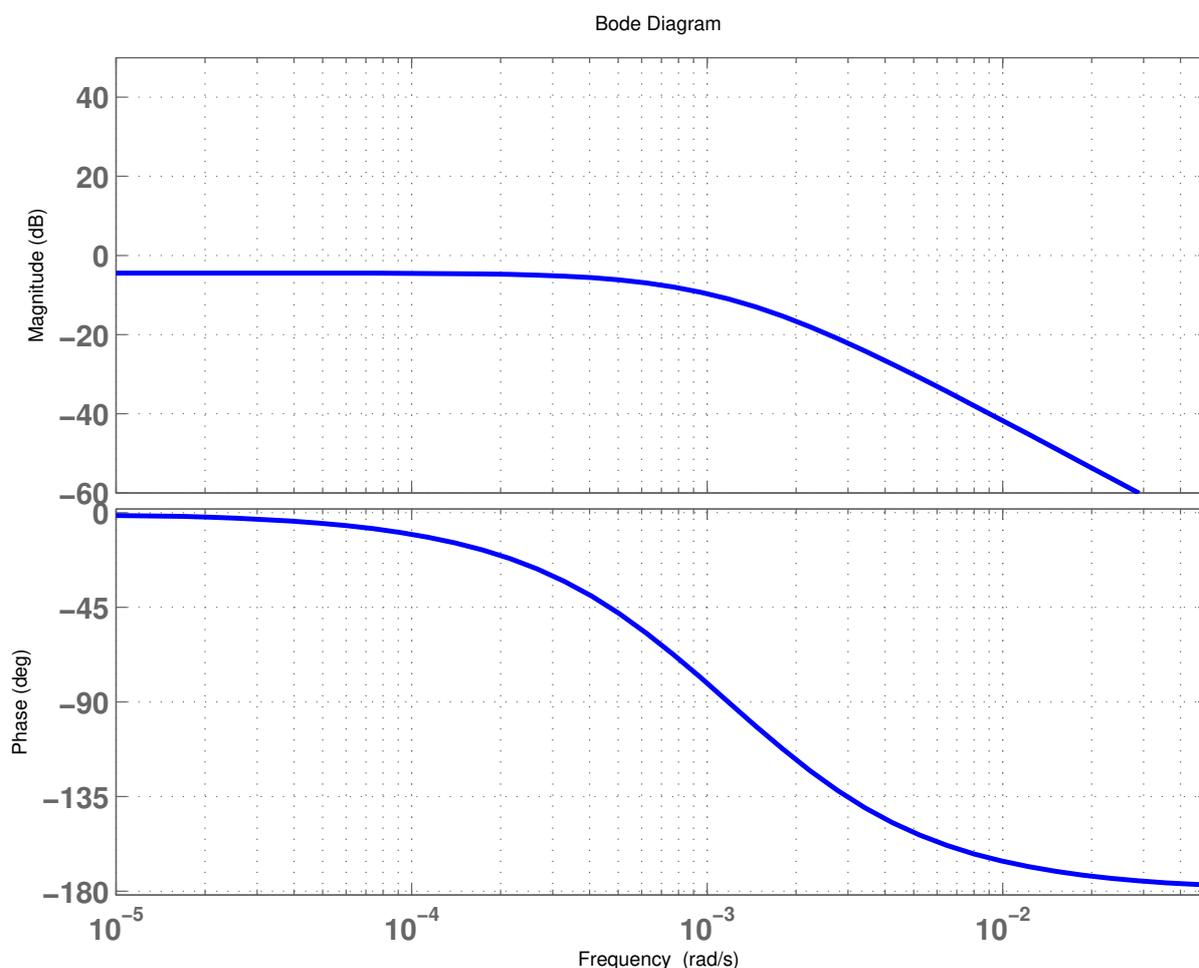

FIGURE 1.9 – Lieu de transfert de $K_t G(p)$
avec $K = 5$ et $T_i = 2000$. La réponse harmonique de la fonction $K_t G(p)$ est reportée sur la figure 1.9.
1. A quoi correspond le lieu de transfert représenté sur la figure 1.9 ?